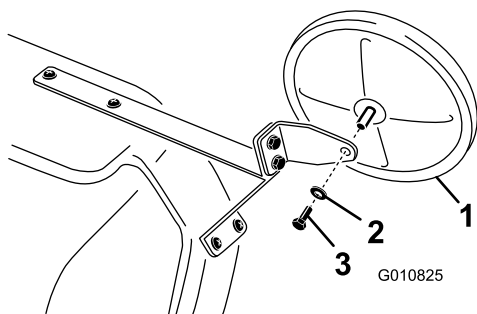

図 9
11. キット付属のねじとワッシャでマウントにミラーを固定する 図 9。